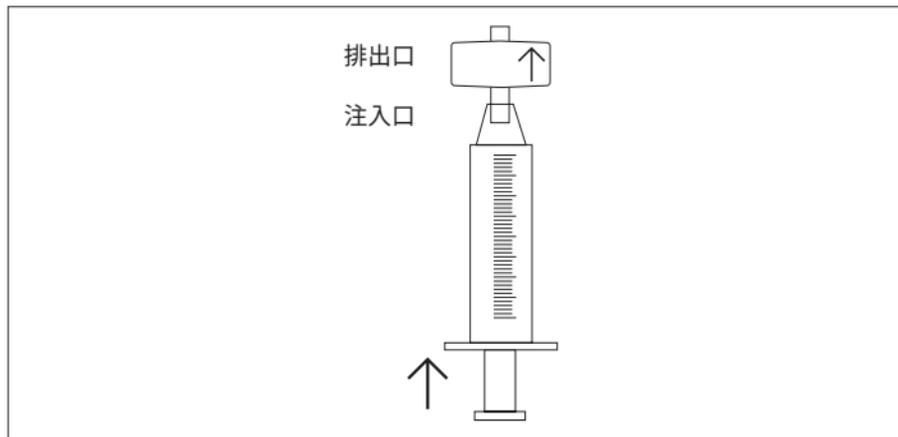

図7:ルアーシリンジで気泡を除去するSartobind® Nanoの充てん
- ▶ 10~20 mLルアーシリンジに平衡化バッファーを充てんし、カプセルに接続します。カプセルを直立状態に保ち（排出口を上）、図7のように空気を排出します。